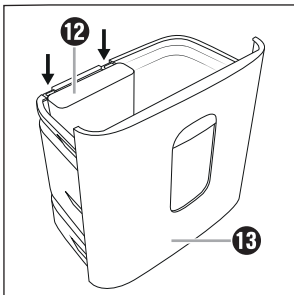

Rys. 1
- ◆ Zamontuj kółka **10** z przodu oraz kółka z dźwignią blokowania **11** z tyłu podstawy urządzenia **15**. Wciśnij kółka w dół w otwory w podstawie urządzenia **15**, aż usłyszysz ich zatrzaśnięcie (patrz rys. 1).